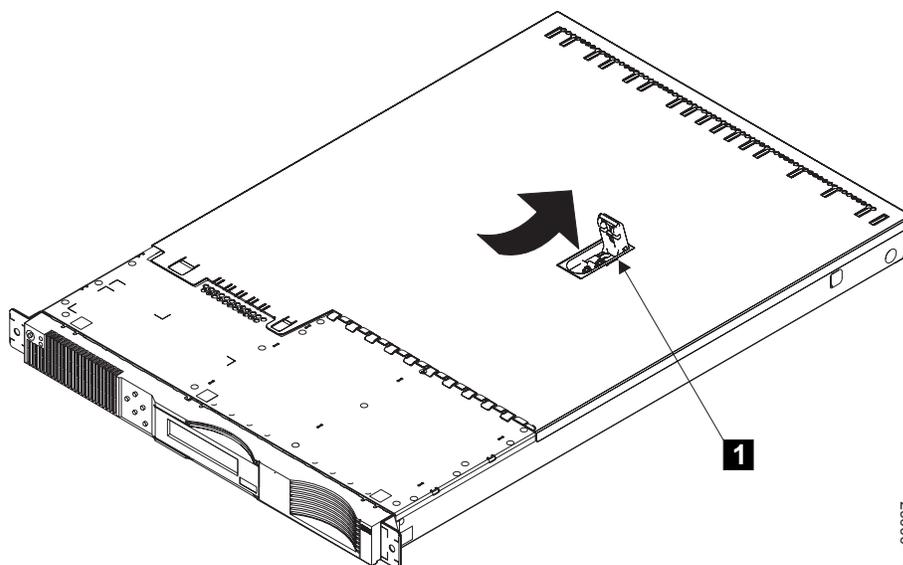

図 57. ファン・ドアを開いた状態の SAN ボリューム・コントローラー 2145-4F2
- 1. 82 ページの図 57に示すように、レバー **❶** が完全に持ち上げられていることを確認します。